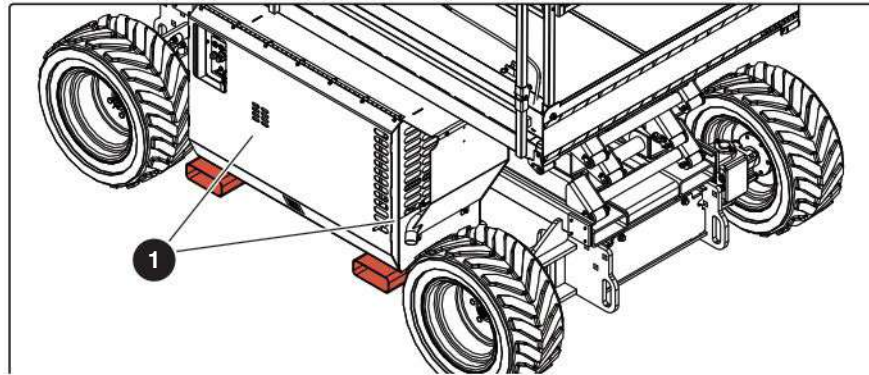

Figura 05 Ubicaciones del soporte para montacargas
- Levante la MEWP con las horquillas del montacargas en las ubicaciones de los soportes para montacargas . Consulte la Figura 05.